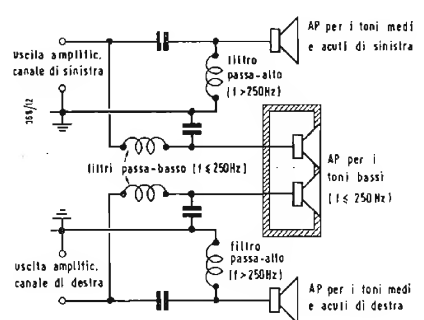

Fig. 5 ▲
(da: «Audio» - gennaio 1959) Schema di un sistema «integrato» semplificato, analogo a quello di fig. 5, proposto da M. McProud, redattore capo della rivista americana «Audio», utilizzando come cassone acustico comune a due altoparlanti per i toni bassi la formula della Rebel (v. «Revue du Son», N. 45), studiata qualche anno fa da Paul Klipsch. Gli altoparlanti impiegati sono dei Philips 9760 M di 30 cm. di diametro per i toni bassi e due ellittici, anch'essi Philips AD 3460 M (15 cm. x 10 cm.) alimentati attraverso un circuito di filtraggio, qui semplificato la cui frequenza di transizione relativamente alta è posta intorno a 800 Hz.
2) Anche se seducenti, i metodi di conversione elettrica sembra che non abbiano incontrato in America un grande favore. Quei fabbricanti di altoparlanti ed altri tecnici danno la preferenza alla conversione acustica per il semplice motivo di non obbligarli i costruttori di amplificatori a studiare differenti apparecchi a seconda l'indirizzo verso il sistema a bassa conversione o a due vie del tutto separate. Il sistema più semplice consiste senza dubbio (fig. 5 e 6) nel raggruppare due altoparlanti per i toni bassi nello stesso mobile acustico, ma sembra che sia ancora più semplice e